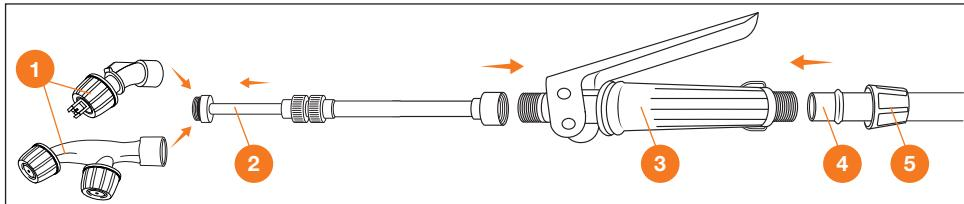

Рис. 21
- Накрутите телескопическую штангу ② на насадку нужную форсунку ① и зафиксируйте её (Рис. 21).
- Присоедините телескопическую штангу ④ к рукоятке управления ③ и зафиксируйте её.
- Присоедините рукоятку управления ③ к шлангу опрыскивателя ④ и зафиксируйте гайкой ⑤ (Рис. 21).